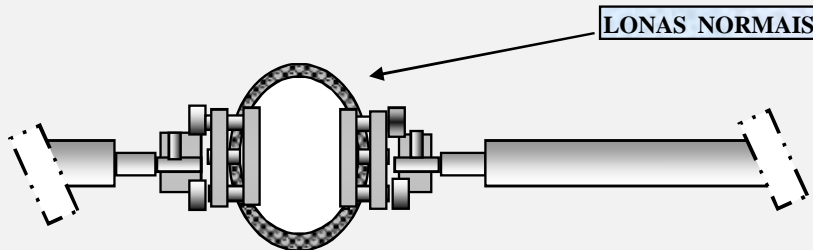

FIG. 04
- a) Verificar se as lonas estão normais ou deformadas, como mostra exemplo da fig 04 e 05, caso esteja deformada a mesma deverá ser substituída